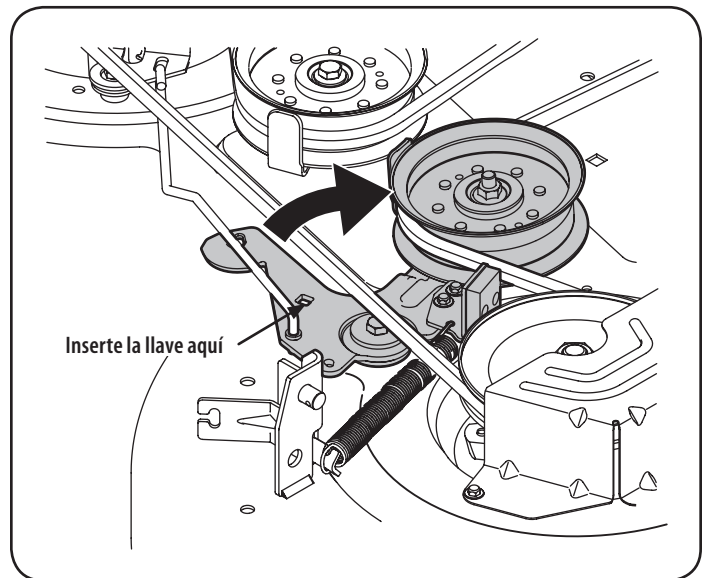

Figura 26
- f. Trabajando en el lado derecho del tractor, inserte una llave de trinquete de 3/8", regulada para ajustar, en el orificio cuadrado del soporte intermedio. Vea la Figura 26.